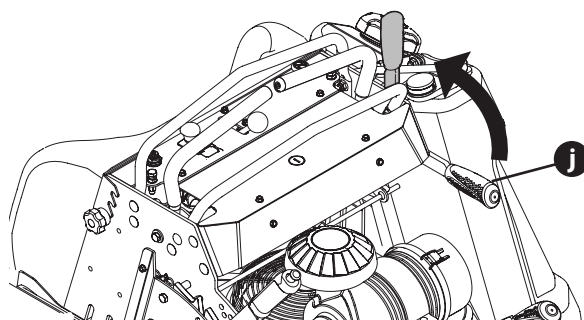

Fig. 3
6. Pour serrer le frein de stationnement, tirez complètement le levier du frein de stationnement vers l'arrière (j) (Fig. 3).